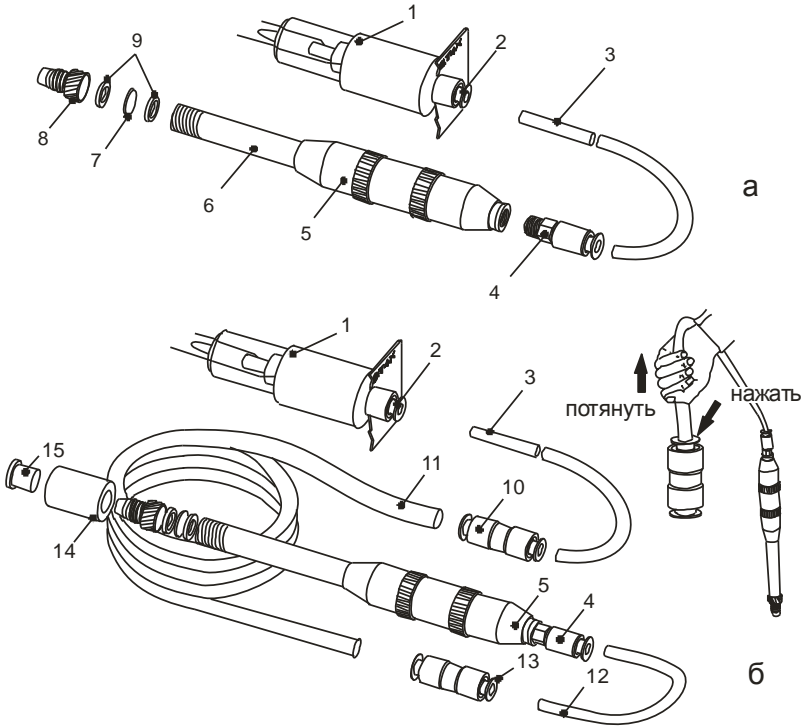

Рис. 4. Схема соединения элементов пробоотборника с газоанализатором (а) и элементов удлинителя с газоанализатором (б):
- установите прокладки фторопластовые 9, новый фильтр противопылевой 7 в проточку гайки 8 в порядке, указанном на рис. 4а;
Устройство обеспечивает визуальный контроль появления жидкости в системе пробоотбора и устанавливается вместо переходника, соединяющего две фторопластовые трубки. Устройство представляет собой толстостенную стеклянную трубку, покрытую защитной пленкой. На входе и выходе трубки установлены фитинги для ее соединения с фторопластовыми трубками. На выходе устройства установлена специальная мембрана, препятствующая попаданию жидкости в трубку 3 (см. рис. 4б) пробоотборника. При намокании мембрана мгновенно увеличивает газовое сопротивление, останавливая поток воздуха, содержащий жидкость.
1.1. Установите устройство вместо переходника 10 (см. рис. 4б) в соответствии с маркировкой ВЕРХ и НИЗ на корпусе фильтра.
2.3. Для проверки чистоты устройства соедините выход устройства с трубкой 3 (см. рис. 4а), а вход – с фильтром-поглотителем и включите газоанализатор. Если показания газоанализатора не превышают 5 мг/м^3 , устройство считается пригодным к использованию. Если показания газоанализатора превышают 5 мг/м^3 , следует промыть фильтр повторно и заменить мембрану.